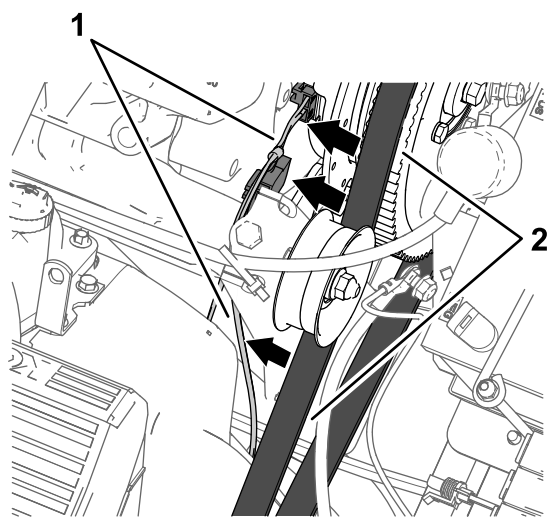

Bild 168
4. Verlegen Sie den Kabelbaumzweig (84 cm) gegen den Motor und die Sprühpumpe, sodass der Kabelbaum nicht den Lichtmaschinenriemen berührt (Bild 168).